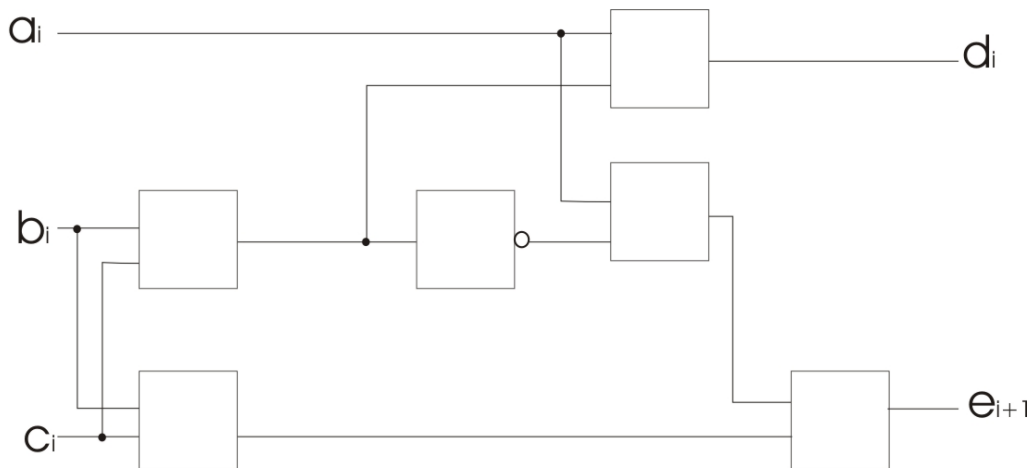

Abbildung 5.1: Schaltnetz eines Vollsubtrahierers
- c) Der Vollsubtrahierer soll nun in Hardware umgesetzt werden. Ergänzen Sie hierzu in geeigneter Weise das Schaltnetz in Abbildung 5.1 durch Ausfüllen der Schaltungsblöcke!